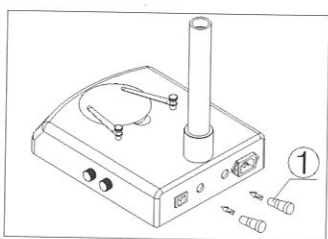

图 15
- (一) 用小螺丝刀将保险丝座旋出。从保险丝座上抽出保险丝①（如图 15）。